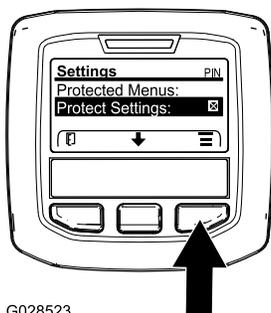

Figure 15
1. Dans le MENU PRINCIPAL, appuyez sur le bouton central pour naviguer jusqu'au menu RÉGLAGES, puis appuyez sur le bouton droit (Figure 15).